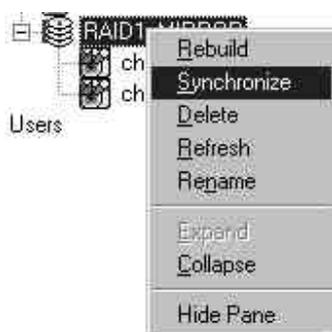

Figure 75 : Menu déroulant de synchronisation
- 2) À l'aide du bouton droit de la souris, cliquez sur l'icône de l'ensemble et choisissez « Synchronize » parmi les choix du menu déroulant (voir Figure 75) ou sélectionnez « Array » sur le menu déroulant placé au-dessus et choisissez « Synchronize » parmi les choix du menu déroulant. Ceci lance le processus.